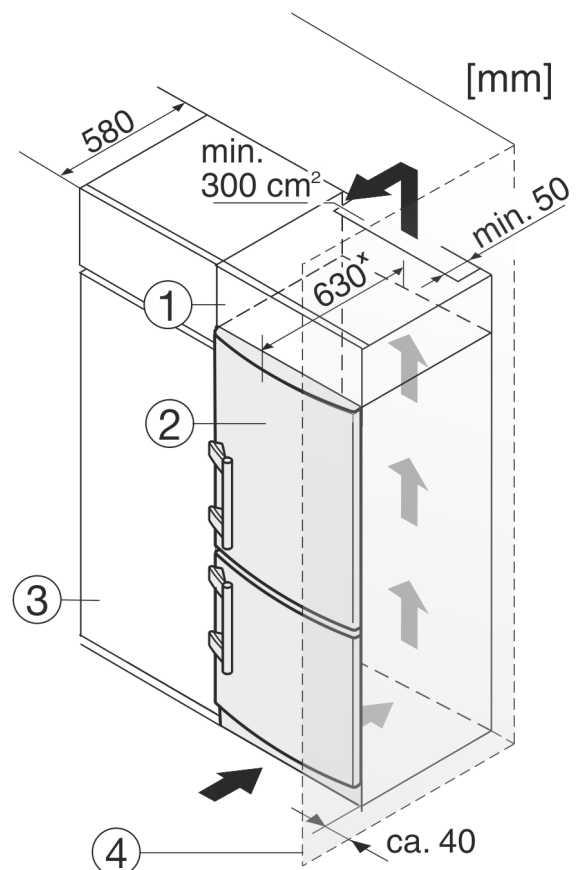

Fig. 9
- (1) Шафа для встановлення на пристрої
- (2) Пристрій
- (3) Кухонна шафа
- (4) Стінка
Перед встановленням пристрою можна змінити його конструкцію відповідно до кухонної шафи. Щоб привести висоту пристрою *Fig. 9 (2)* у відповідність із розмірами кухонної ніші, можна встановити на нього спеціальну шафу *Fig. 9 (1)*.
У разі переобладнання кухонними шафами (глибина щонайбільше 580 мм) пристрій можна встановити безпосередньо поруч із кухонною шафою *Fig. 9 (3)*. Пристрій виступає за передню частину кухонної шафи на 34 мм × з боків і на 50 мм × посередині.
Якщо пристрій із шарнірами встановлюється поруч зі стіною *Fig. 9 (4)*, відстань між пристроєм і стіною має становити щонайменше 40 мм. Це відповідає необхідній відстані для ручки після відкривання дверцял.